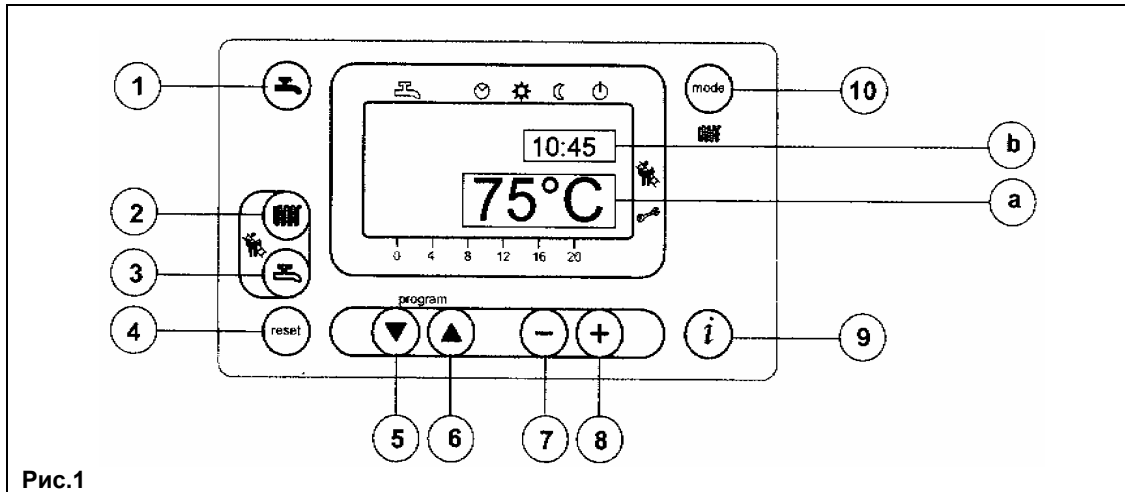
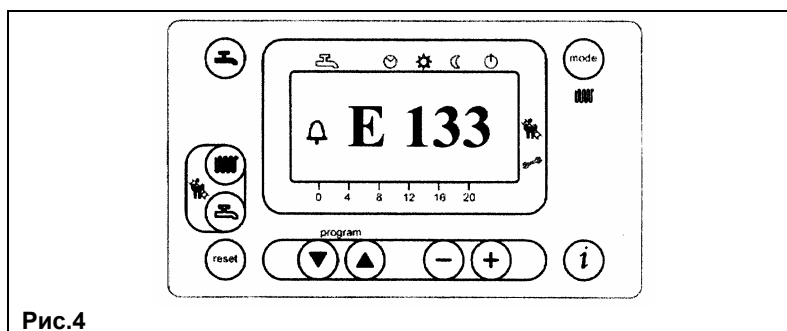

Рис.1
Рис.4
- Для установки значения температуры воды системы отопления нажмите кнопку (поз. 2 Рис. 1);
- нажмите одну из кнопок (поз. 1 или 10 Рис. 1) для запоминания значения и возврата в основное меню.
- Для установки максимального значения температуры воды системы ГВС нажмите кнопку (поз. 3 Рис. 1);
На основном дисплее (Рис. 1а) одновременно с кодом неисправности высвечивается символ  (Рис. 4).